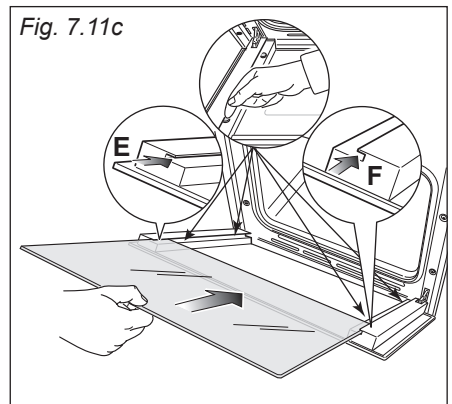
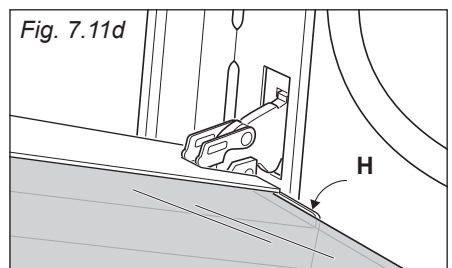

Fig. 7.11c
Fig. 7.11d
- Inserire il vetro nelle guide "E" ed "F" (fig. 7.11c) e farlo scorrere dolcemente fino ai fermi "H" (fig. 7.11d).